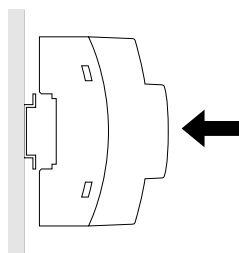

Fig. 11-2: Montage KNX Koppler auf Tragschiene
- Den Geniax KNX Koppler auf eine 35-mm-Tragschiene nach EN 60715 aufrasten (Fig. 11-2)